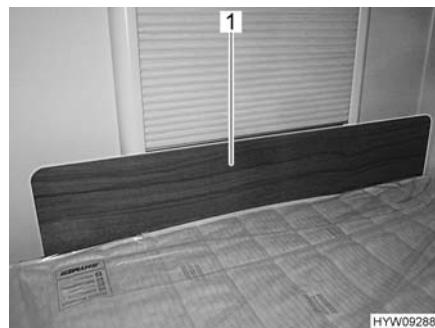

Fig. 78 Pannello di protezione/
- Inserire il pannello di protezione (Fig. 78,1) davanti alla finestra, tra il mate-rasso e il telaio della finestra. L'effetto di serraggio del materasso mantiene il pannello di protezione in posizione, davanti al telaio della finestra.